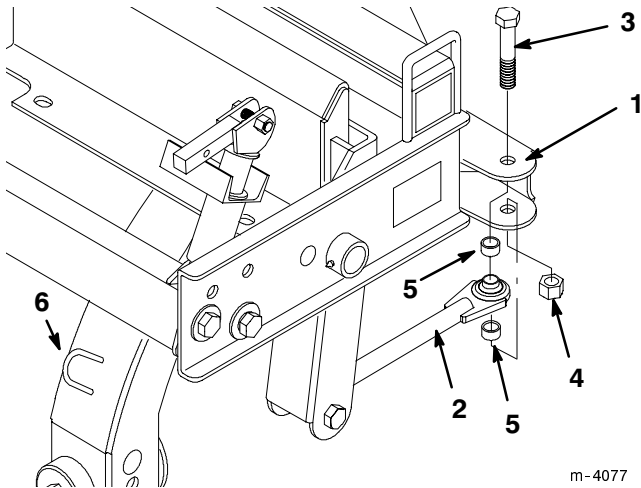

Figure 4
7. Connecter le bras de pivotement au support de pivotement sur le châssis de pivot à l’aide de deux entretoises, d’un boulon de 19 mm (3/4”) x 10 cm (4”), et d’un écrou de 19 mm (3/4”) (Fig. 4), et serrer à 359 Nm (265 ft-lbs).
8. Faire passer les flexibles hydrauliques dans l'anneau à l'arrière du châssis de pivot (Fig. 4).